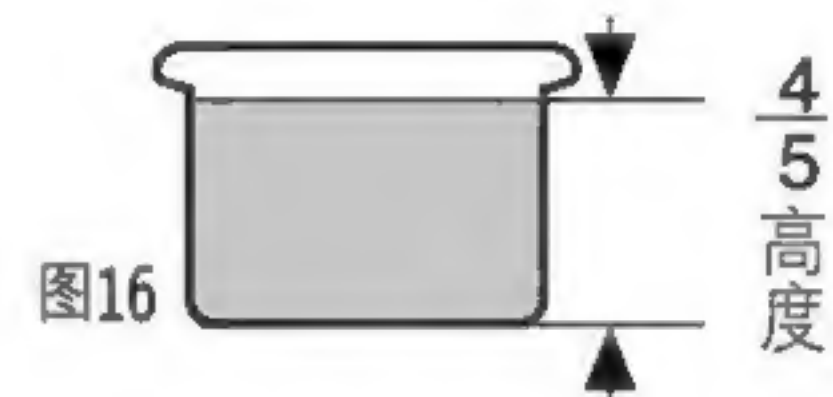

图16
- 2 取出内锅, 将食物和水放入内锅中。食物和水不得超过内锅高度的4/5; 水中易膨胀食物不得超过内锅高度的3/5; 食物和水不得少于内锅高度的1/5。(见图16、17、18)